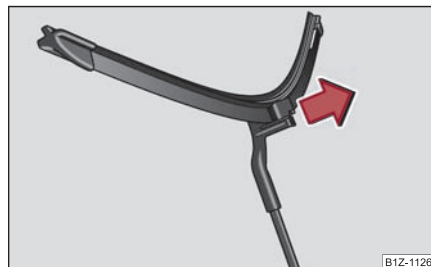

Fig. 69 Escobilla para el parabrisas
- Retire la escobilla en el sentido de la flecha ⇒ fig. 69 ⇒
- Colocar los brazos del limpiacristales sobre el parabrisas y conectar el encendido. Presionando la palanca de limpiacristales a su posición amortiguada (4) ⇒ página 72, fig. 69 o en marcha a una velocidad superior a 4 km/h retroceden los brazos del limpiacristales a su posición de reposo.